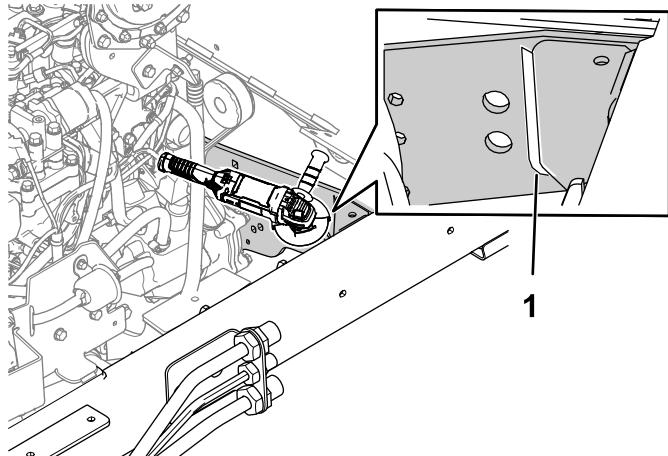

Figure 8
- Meulez la soudure entre le support d'essieu et le support d'angle, comme montré à la Figure 8. Répétez la procédure de l'autre côté.